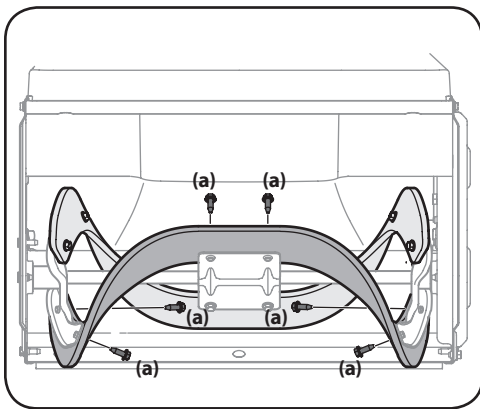

Figura 4-7
3. Saque las paletas de caucho ya existentes para lo cual debe desenroscar los tornillos de cabeza hexagonal a que las unen a la barrena. Consulte Figura 4-7.